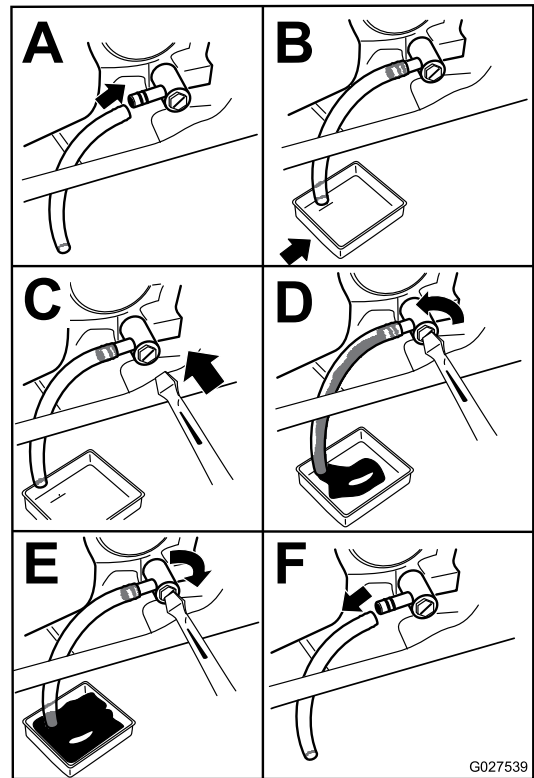

Figura 37
- Drene el aceite del motor (Figura 37).